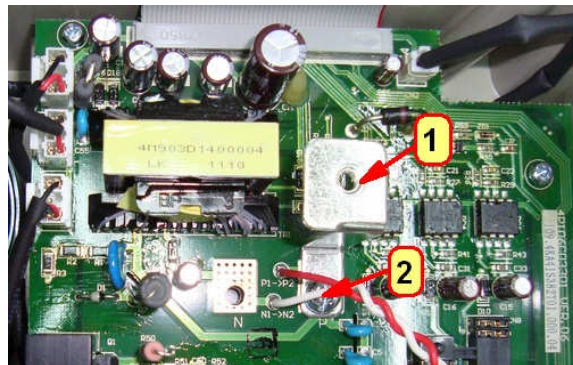

Рис.6.16
6.10.2. Выкрутить винт 2, снять шину 1 (рис.6.16). Положить винт и шину в тару.